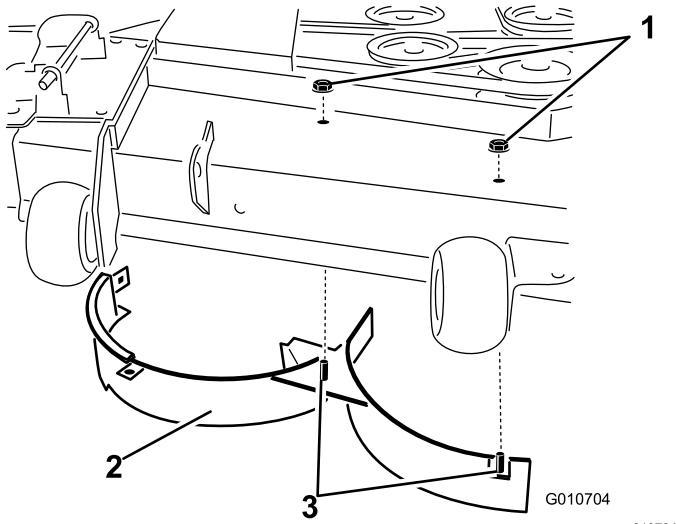

Figura 19
- Remova as duas porcas de bloqueio (5/16 pol.) presas aos postes soldados do abafador direito, na parte superior da plataforma do cortador, nas posições central e direita (Figura 19).
12. Remova o parafuso de carroçaria e a porca de bloqueio que prendem o abafador direito na parte superior da plataforma do cortador e retire o abafador direito da plataforma do cortador (Figura 19).